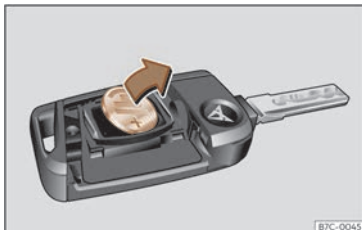

Fig. 44 Cheia autovehiculului: scoaterea bateriei.
- Scoateți bateria din compartiment cu ajutorul unui obiect subțire adecvat >>> **fig. 44**.
- Introduceți o nouă baterie tip pastilă în compartiment >>> ①.